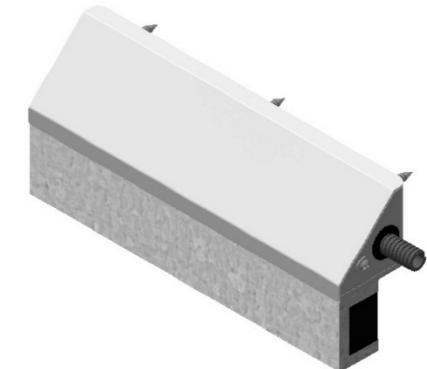

Рисунок 5 – Корпус с монтажным комплектом МК АЛ-350FB-М-02
- МК AL-350FB-M-02 монтажный комплект для крепления корпуса замка на кронштейне и прокладки кабеля в металлическом МРПИ-8 или МРПИ-10 (рисунок 5);